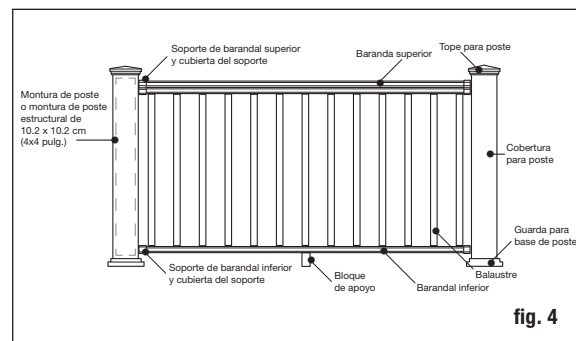

fig. 4
Paso 5 Recorte las coberturas de postes de 10.2 x 10.2 cm (4x4 pulg.) a la longitud adecuada. Las coberturas para poste deben ser al menos 5.1 cm (2 pulg.) más largas que la altura del barandal (fig. 4). Ejemplo: para un barandal de 91.4 cm (36 pulg.) de altura, recorte la cobertura del poste a un mínimo de 96.5 cm (38 pulg.), o puede dejarse más larga si se desea. Deslice una cobertura de poste recortada sobre cada poste de barandal de 10.2 x 10.2 cm (4x4 pulg.) o montura de poste. La cobertura para poste debe deslizarse fácilmente sobre el poste. NO FUERCE la cobertura de poste sobre el poste. Los postes de 10.2 x 10.2 cm (4x4 pulg.) torcidos o doblados deben ser reemplazados. Deslice una cenefa para base de poste (opcional) sobre cada cobertura de poste para un aspecto más acabado. *Nota: Se recomienda instalar la cenefa para base de poste antes de instalar el barandal inferior. Sin embargo, el diseño de dos piezas permite que el instalador añada la cenefa para la base del poste después de instalar el barandal. Para instalarla, aplique una línea delgada de pegamento transparente para construcción en exteriores a la parte interior de la cenefa para poste, en donde entrará en contacto con la cubierta del poste, y colóquela en su sitio alrededor de la base de la cobertura del poste.*